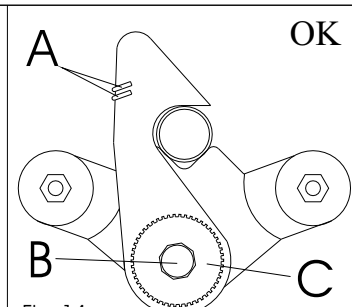

Fig. 14
Il gancio manubrio è tirato da due molle (A - fig.14). Prima di avviare il ciclomotore, assicurarsi che entrambe le molle siano ben montate e siano efficienti.
La posizione corretta del gancio manubrio è quella illustrata in fig.14. Se il gancio si discosta da tale posizione, assumendo quelle errate illustrate nelle figg. 13 o 15, riportarlo nella posizione corretta nel seguente modo:
- allentare la vite (B) per una frazione di giro;
- ruotare la ghiera zigrinata (eccentrica) (C) finchè il gancio assume la posizione indicata in fig. 14;
- serrare nuovamente la vite (B).